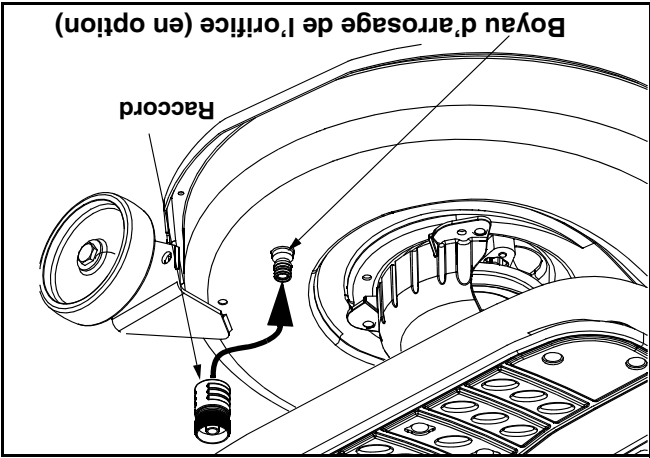

Figure 16
3. Attachez le raccord pour boyau d'arrosage à l'orifice aménagé sur la surface du plateau de coupe. Voir la Figure 16.